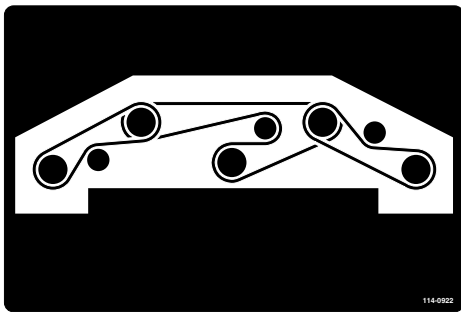

Bild 123
8. Verlegen Sie den neuen Riemen um die Spindelscheiben und die Spannscheiben (**Bild 123**).